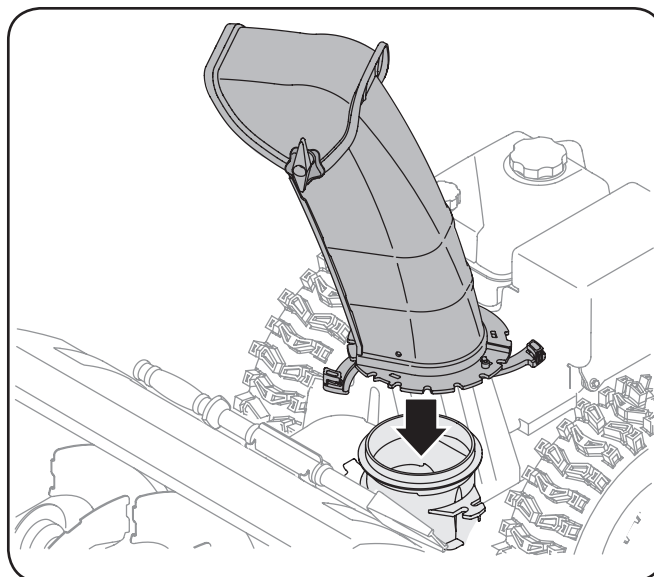

Figura 3-3
1. Colocar el montaje del canal inclinado sobre la base. Vea la Figura 3-3.
- Finalizar asegurar el control de la cabeza a la tolva de soporte con tuerca de mariposa, horquilla alfiler, y arco-tie Cotter pines eliminado en el paso 1. Vea la Figura 3-3.